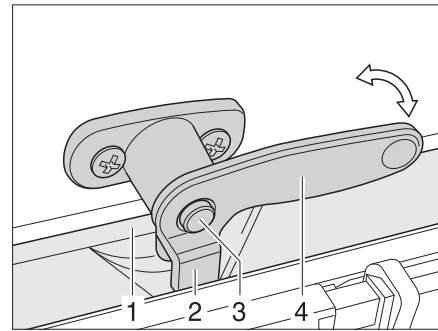

Fig. 69 Leva di serraggio con bottone di sicurezza in posizione "Chiuso"
- Se presente, premere il bottone di sicurezza (Fig. 69,3) e mantenerlo premuto.